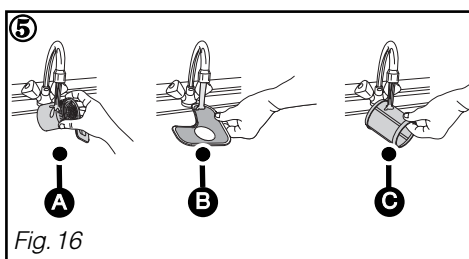

Fig. 16
② Dévissez d'un quart de tour le filtre à déchets puis le retirer **A**.
③ Retirez le filtre principal **B**.
④ Retirez le tamis micro filtre **C**.
⑤ Nettoyez soigneusement les filtres **A**, **B** et **C** sous l'eau courante. (Fig. 16)